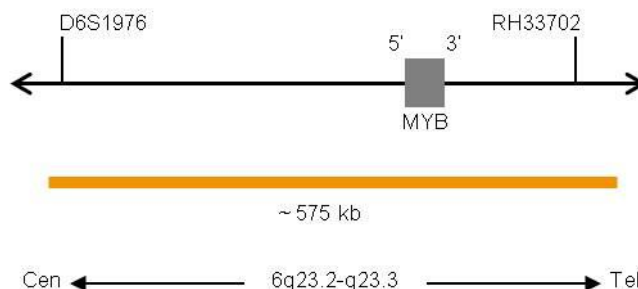

Abb. 1: SPEC MYB Sondenlokalisierung (nicht maßstabsgetreu)
- ZyOrange (Anregung 547 nm/Emission 572 nm) markierten Polynukleotiden (~4,5 ng/μl), die gegen Sequenzen in 6q23.2-q23.3* (chr6:135,141,227-135,715,246) gerichtet sind, welche die MYB-Genregion enthalten (siehe Abb. 1).